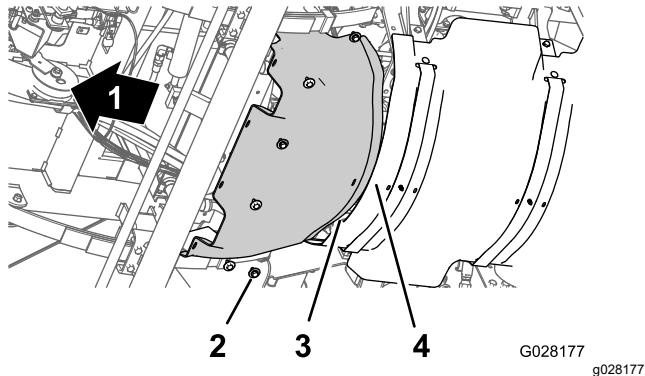

Bild 66
1. Fluchten Sie den hinteren Flansch des vorderen Wärmeschutzblechs über dem vorderen Flansch des hinteren Wärmeschutzblechs aus (Bild 66).
2. Fluchten Sie die Löcher im vorderen Wärmeschutzblech mit den Gewindelöchern im Chassis aus (Bild 66).
3. Befestigen Sie das vordere Wärmeschutzblech mit den sechs Sechskantschrauben und sechs Scheiben (Bild 66), die Sie in Schritt 3 von Entfernen des vorderen Wärmeschutzblechs \(Seite 56\) entfernt haben, an der Maschine.